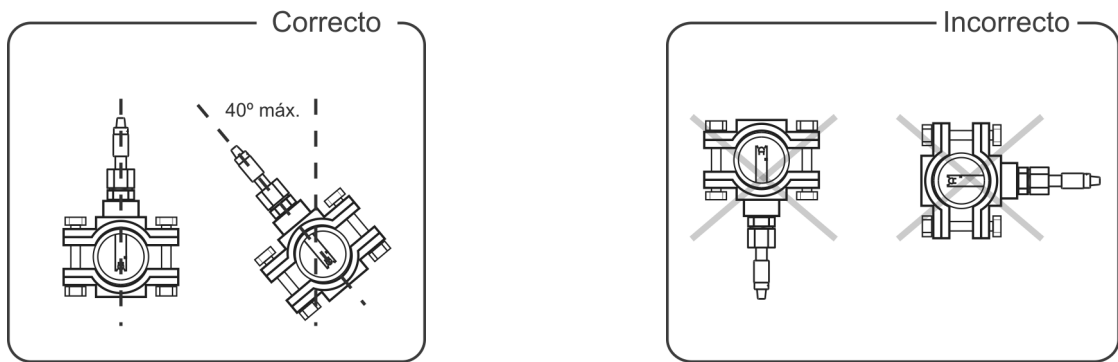

Fig. 8
4. **Instalar siempre los sensores de pH/ORP preferiblemente en posición vertical o con una inclinación máxima de 40° (Fig. 8).**